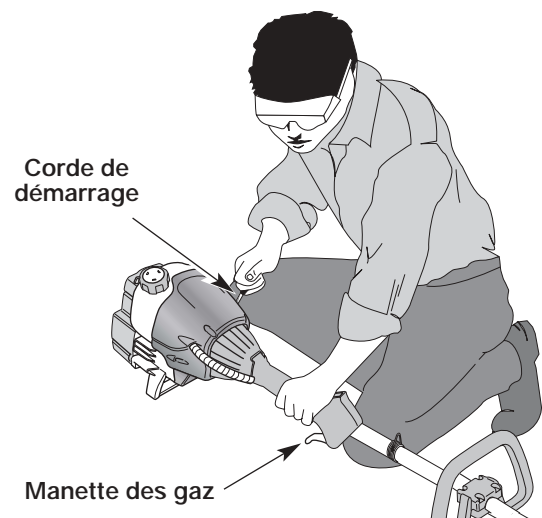

Figure 8
AVERTISSEMENT : évitez tout démarrage accidentel. Tenez-vous en position de démarrage lorsque vous tirez la corde de démarrage (Fig. 8). L'opérateur et l'appareil doivent tous deux être en position stable pour éviter des blessures graves.
5. L'appareil étant prêt à démarrer (Fig. 8), **N'APPUYEZ PAS SUR LA MANETTE DES GAZ** et tirez brusquement sur la corde de démarrage 5 fois de suite, le levier EZ-Start^{MC} étant tourné vers la gauche. Si le moteur essaie de démarrer avant le cinquième tir, passez à l'étape 6. Si le moteur ne démarre pas, retournez à l'étape 3.
1. Relâchez la manette des gaz (Fig. 8). Laissez le moteur refroidir au ralenti.